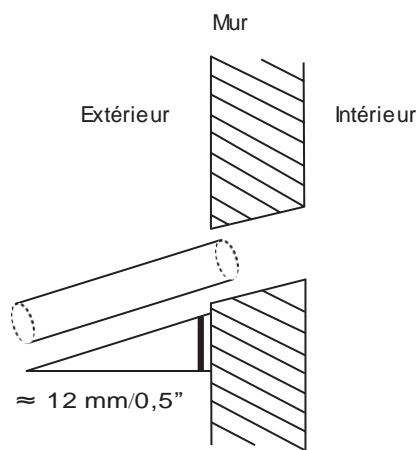

Fig. 6.5
- À l'aide d'un carotteur de 65 mm (2,5"), percez un trou dans le mur. Assurez-vous que le trou est percé à un angle légèrement incliné vers le bas, de sorte que la partie extérieure du trou soit d'environ 12 mm (0,5") plus basse que la partie intérieure du trou. Cela garantira un drainage adéquat de l'eau (voir Fig. 6.5). Placez le protecteur mural dans le trou. Cela protège les bords du trou et aidera à le sceller à la fin du processus d'installation.